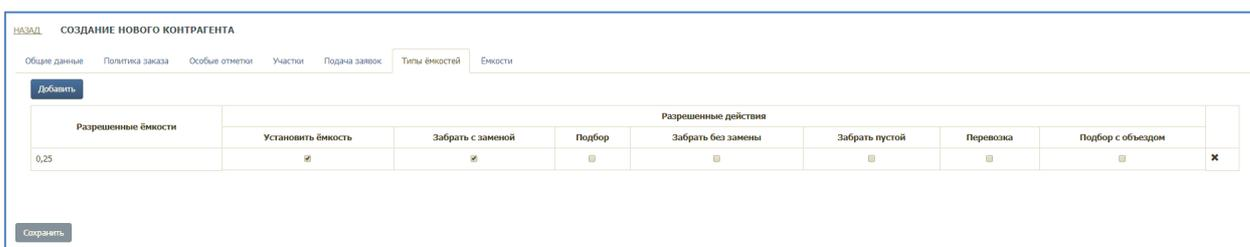

Рисунок 126. Вкладка «Типы емкости»
- «Типы емкостей» (Рисунок 126);